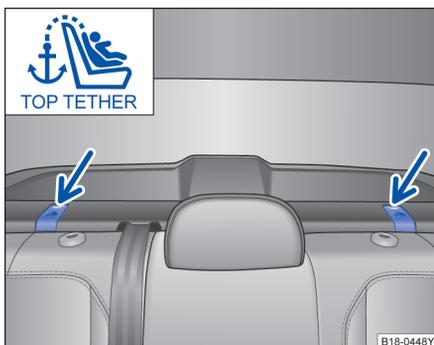

图 37 Top Tether 固定点
- 打开后排座椅后的盖板 ⇒ 图 37。
- 将上部固定带钩入相应的固定环中 ⇒ 图 37。